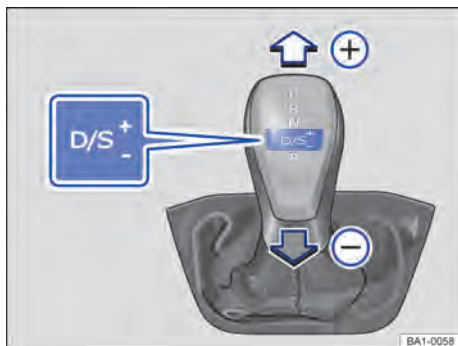

Fig. 97 Alavanca seletora na posição Tiptronic. ▶
- Mover a alavanca seletora para frente (+) ou para trás (-), para aumentar ou diminuir a marcha → Fig. 97.